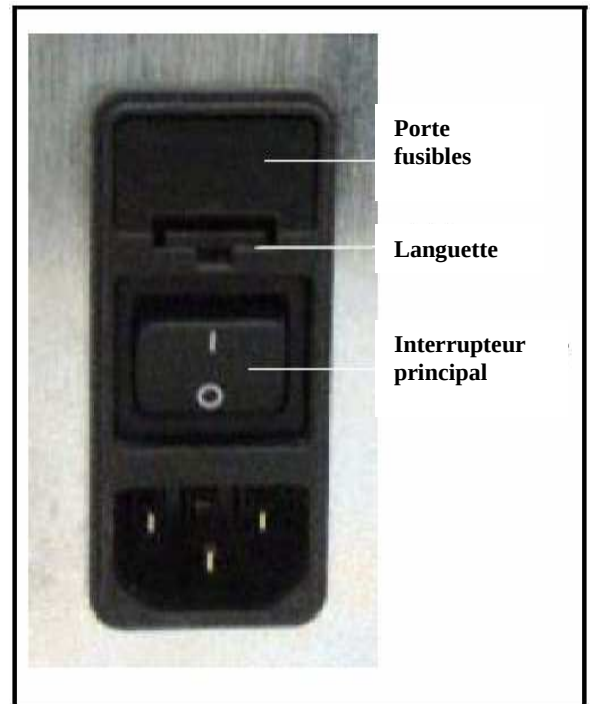

Figure 9.16. Porte fusibles de l'EG.
4. Le porte fusible est situé sous l'interrupteur principal (voir figure 9.16). Une petite languette tient le porte fusibles en place. Utiliser un petit tournevis soulever et tire sur la languette, afin de relâcher le porte fusibles.